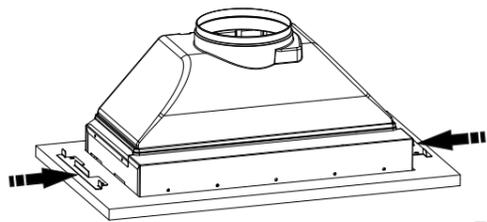

рис. 7
- Придерживая вытяжку, вставьте в специальные пазы с двух сторон 2 уголка (рис.7).